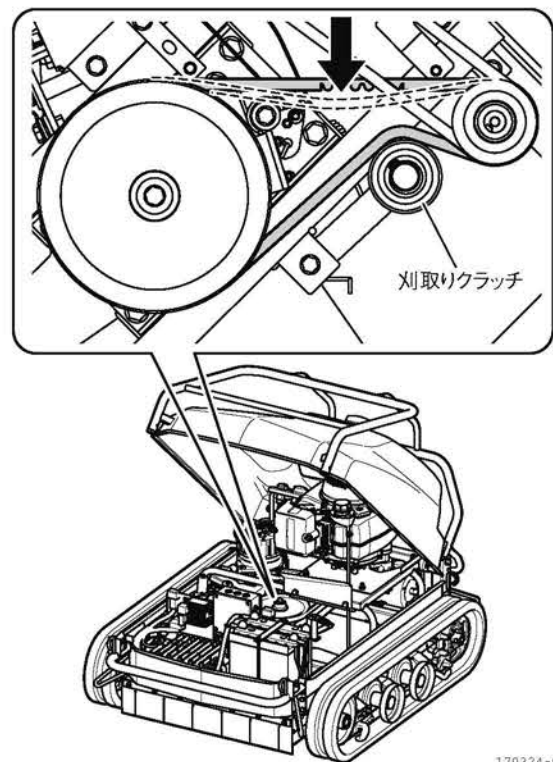

図 4-21
4. ベルトの張りは、テンションの反対側を約3 kgfの力で押して、10～15 mmのたわみであるか点検します。(図 4-21)